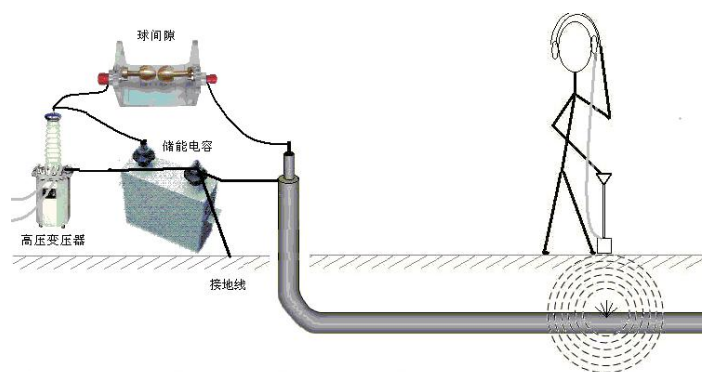

图 1 定点过程操作示意图
**定点示意图：**定点过程操作示意如图 1 所示，冲击高压加在电缆的一端上，使故障点产生放电，操作者手持数显声磁同步定点仪接收机及定点探头，在电缆故障测试仪初测距离的故障点附近，接收故障电缆放电点的电弧放电振动声音和电缆辐射的电磁波，在数显屏显示的读数最小，振动波的声音最大点，确定出电缆故障点的精确位置。
地理电缆故障精确定点时，在电缆端点外加冲击高压接线图如图 1 所示。